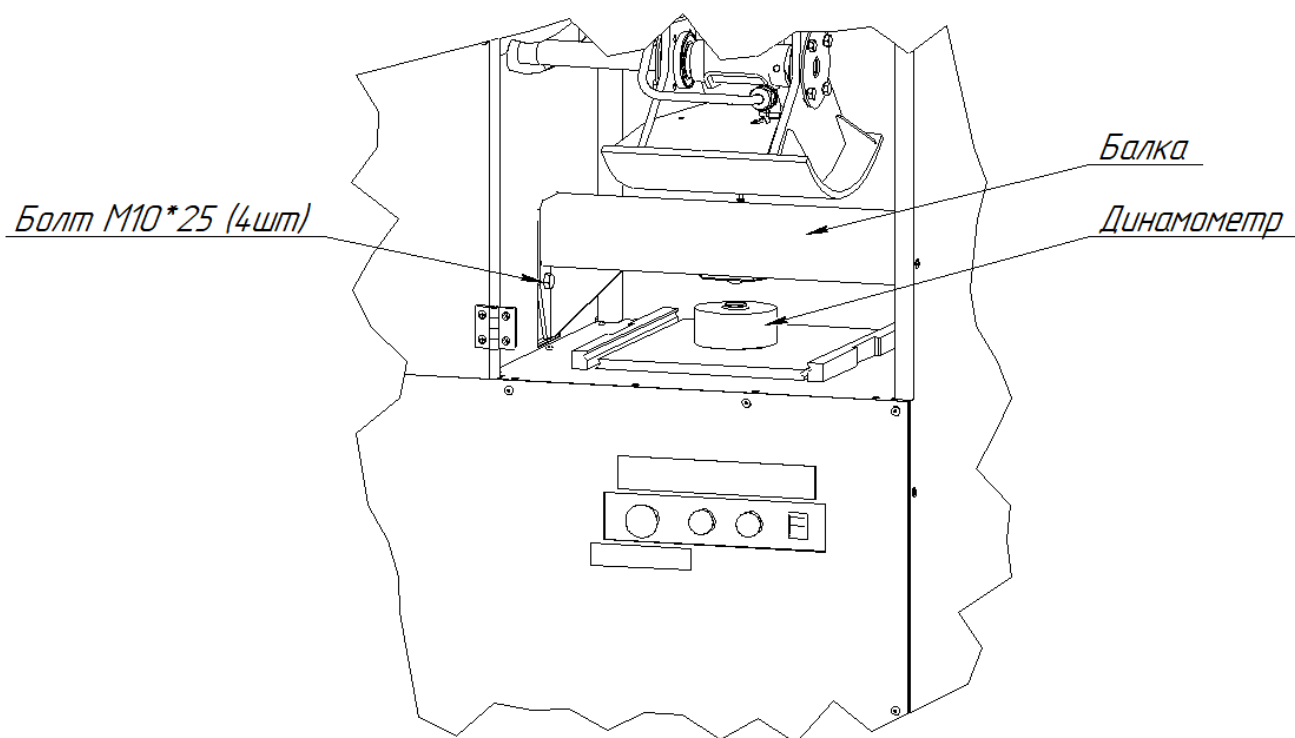

Рисунок 13 – Установка балки
- 5.9.2 Установить калибровочную балку АИФ 6.128.020 и закрепить ее болтами М10х25 ГОСТ 7798-70 (см. рисунок 13).